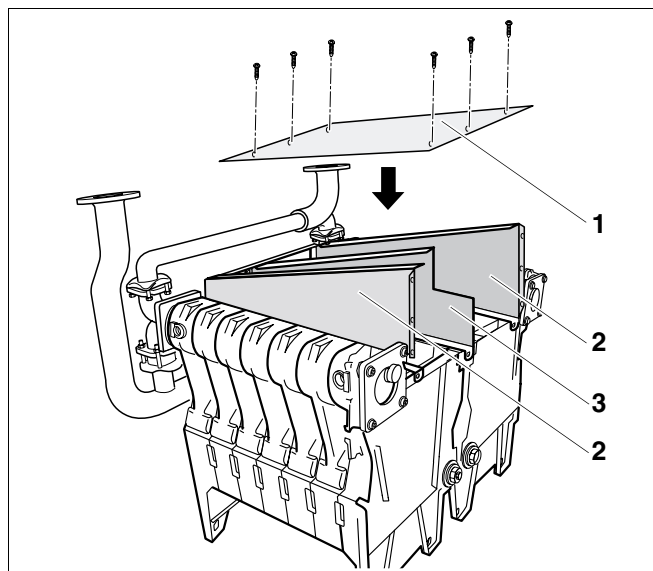

Fig. 38 Montarea capacelor de curățare
- Capacul de curățare (fig. 38, **poz. 1**) se poziționează și se înșurubează ușor cu șuruburile M6 x 16 și șaibele de fixare de (fig. 38, **poz. 3**) peretele separator (fig. 38, **poz. 2**) și de pereții laterali.